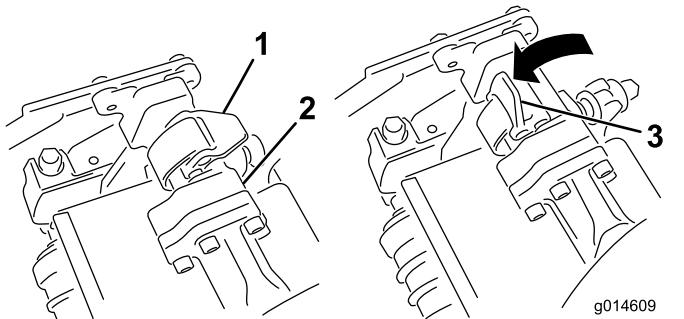
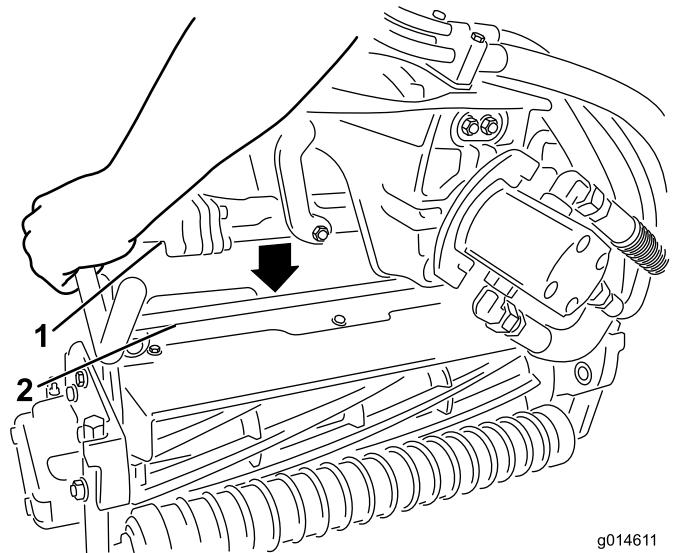

図 29
図 30
3. サスペンションアームのバーについているラッチを上向き開いた状態にして図 29、サスペンションアームを押し下げて、バーを、カッティングユニットのバーの上に被せるようにする図 30。
4. ラッチを下げて閉じるとカッティングユニットのバーがロックされてユニットがアームにセットされる図 29。
4. 取り外したいカッティングユニットのサスペンションアームのバーについているラッチを開く図 29。